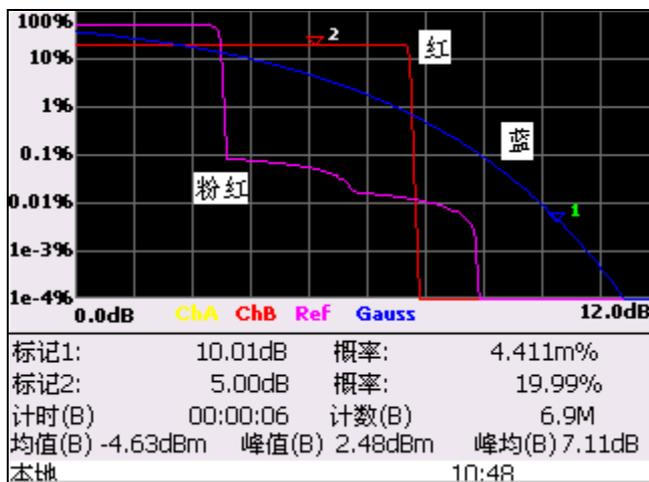

图 5-12 全屏显示 CCDF 测试迹线
- 12) 进行相关设置后，按【窗口】键，系统全屏显示 CCDF 测试迹线；由于通道 A 为平均功率测量，因此 CCDF 迹线不显示通道 A 的黄色迹线，显示包括红色通道 B 的迹线，粉红色的参考迹线，和蓝色的高斯曲线，如图 5-12 所示。